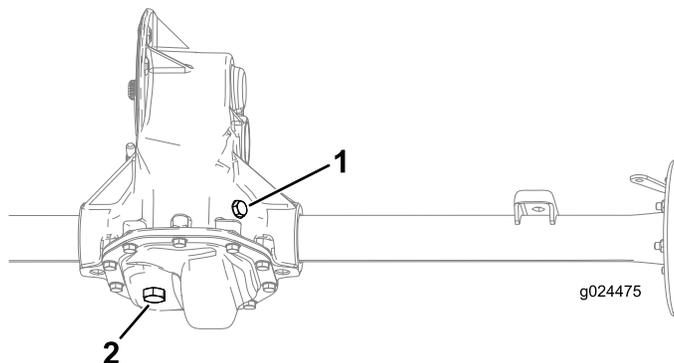

図 46
2. トランスアクスルについている補給プラグを外す 図 46。
3. オイルの量が少ない場合は、補給プラグを取り、穴からあふれ出てくるまで所定のオイルを補給する 図 46。
1. ドレンプラグの下にオイルを受ける容器をおく 図 46。
2. トランスアクスルについている補給プラグとシールを外す 図 46。
3. ドレンプラグとシールを外してオイルが完全に抜けるのを待つ 図 46。